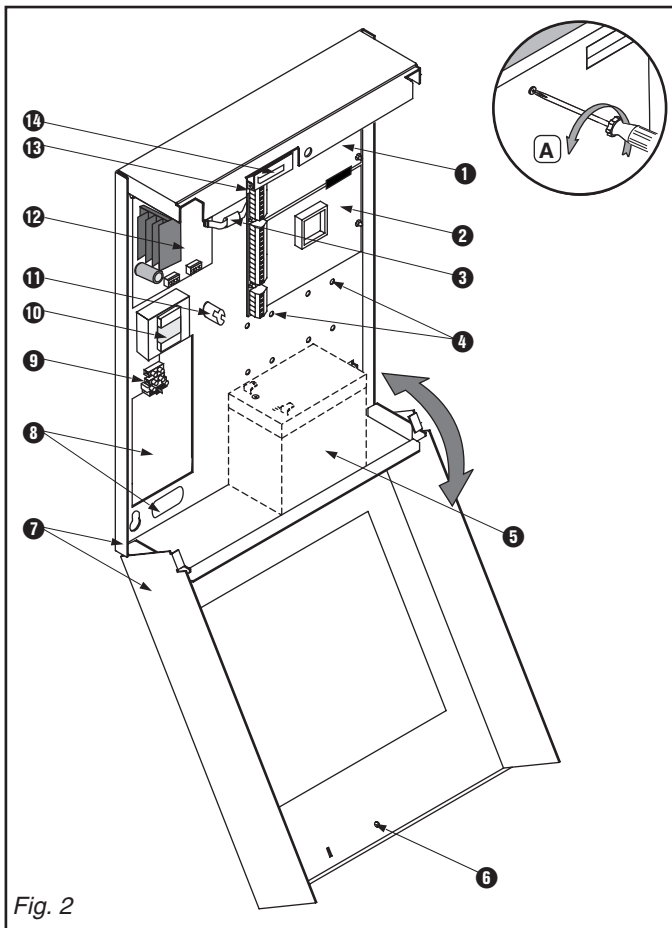

Fig. 2
3.1 Ouverture du boîtier (fig. 2)
- Dévisser la vis du couvercle (A).
3.2 Composants du produit (fig. 2)
- ① Carte transmetteur (option).
- ② Carte mère SM 220.
- ③ Liaison entre la SM 220 et la SMP 14.
- ④ Trous de fixation non utilisés.
- ⑤ Emplacement de la batterie 12 V/17 Ah max.
- ⑥ Vis du couvercle.
- ⑦ Boîtier.
- ⑧ Entrées de câble.
- ⑨ Raccordement secteur protégé par fusible F7.
- ⑩ Transformateur SMU 22.
En cas d'utilisation de câbles blindés, l'écran doit être connecté à la vis de terre (fig. 2 ; **1**). S'il y a plusieurs câbles blindés, tous les écrans doivent être ramenés à cette vis.